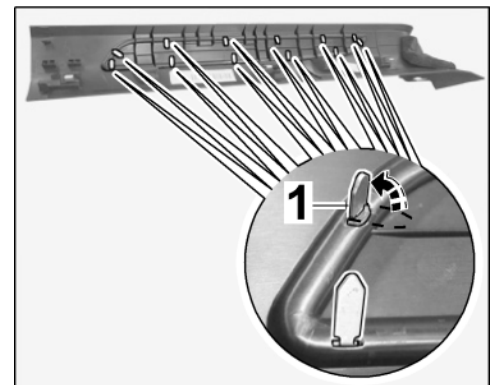

Figure 19
- 3.1.1 Bend up tabs (⇒ *Figure 19* -**arrow**-).